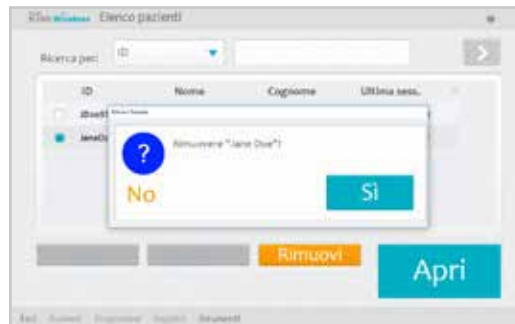

Figura 8-39 - Finestra di conferma della rimozione del paziente
4. Si apre la finestra che chiede di confermare la rimozione del paziente (Figura 8-39). Premere Sì.